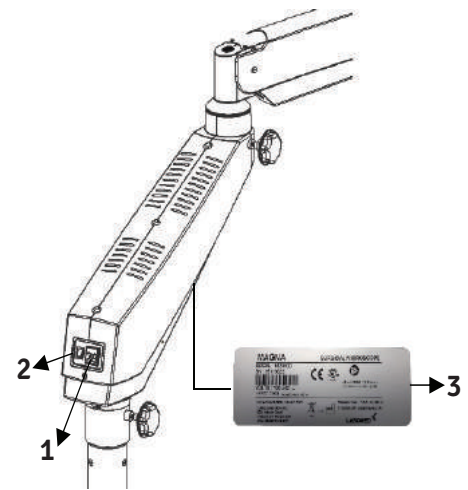

Fig. 11
Brancher le câble d'alimentation au raccord d'entrée CA (1) situé à l'arrière du bras pivotant comme indiqué dans la Fig. 11.
REMARQUE : Pour une bonne évaluation du fusible utilisé dans le microscope, reportez-vous à l'étiquette de la Fig. 11.